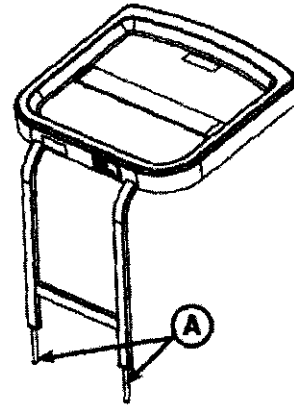

Figura 7.1: Bandeja para desfibrilador
Para instalar la bandeja para desfibrilador, inserte los pasadores (A) de dicha bandeja en los orificios del tablero de los pies en el extremo de los pies de la camilla, como se muestra en la Figura 7.1. Utilice la correa para sujetar el equipo a la bandeja.